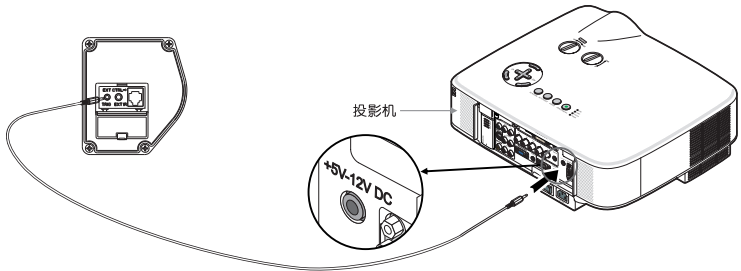

图22
- 1、将触发器线(可选件)一端插入外壳左端端盖的触发器接插孔TRIG(如图22), 另一端插入投影机的12V输出孔。